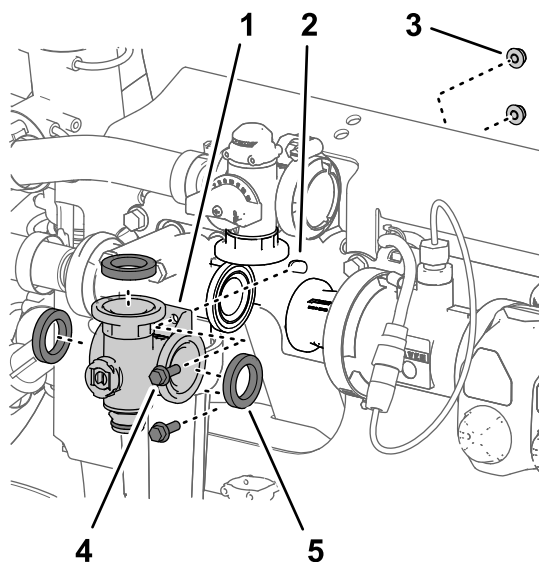

Bild 124
- Entfernen Sie die zwei Bundkopfschrauben ($\frac{1}{4}'' \times \frac{3}{4}''$) und die zwei Sicherungsbundmutter ($\frac{1}{4}''$), mit denen der Rührwerkventilverteiler an der Ventilstütze befestigt ist (Bild 124).
- Nehmen Sie den Rührwerkventilverteiler und die Dichtungen von der Maschine ab (Bild 124).